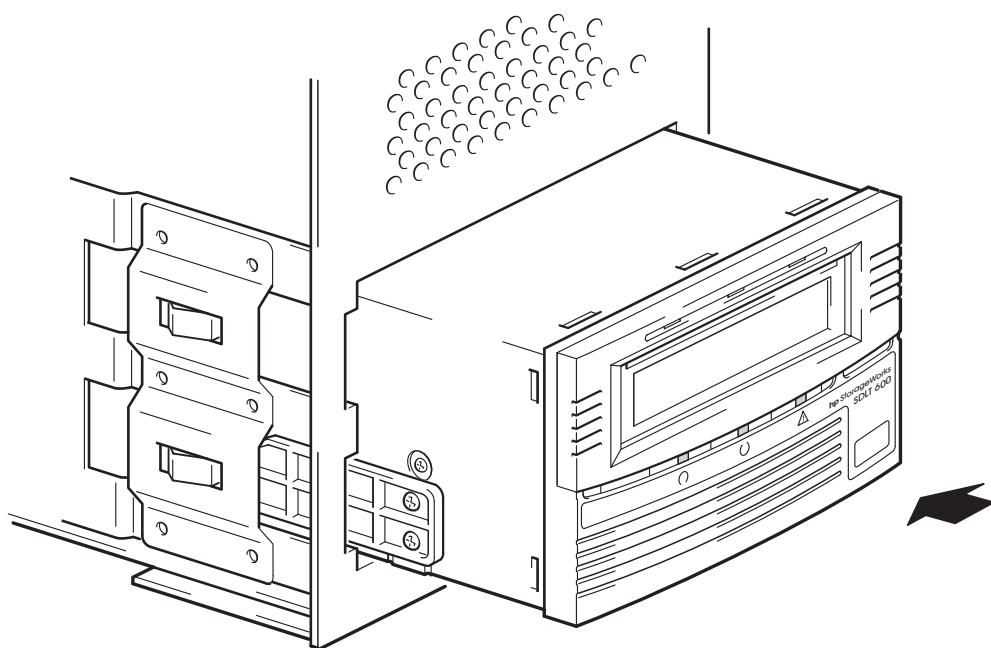

Figura 6: instalación de la unidad
- 1 Deslice la unidad de cinta al interior del compartimento abierto, alineando los raíles con las ranuras del compartimento según se muestra en la Figura 6.